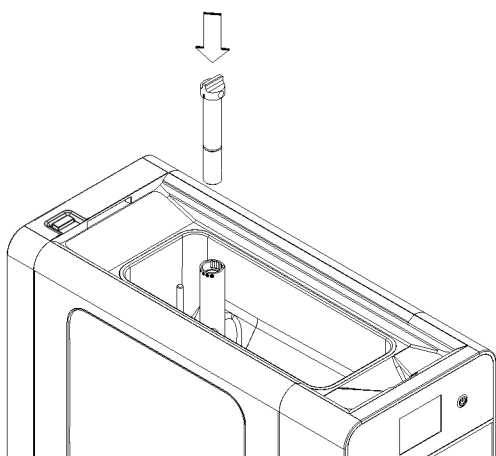

figura 6
**3** Introduzca la parte superior del tubo de mezcla dentro de la parte inferior. (ver figura 6)